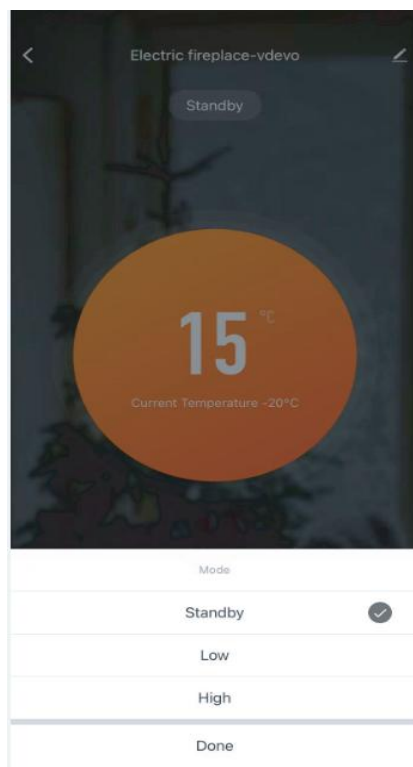

Imagen 7
2. Pulsa Encendido y podrás usar el calefactor desde la aplicación. Activa el modo y elige la temperatura adecuada, como se muestra en la imagen 7.